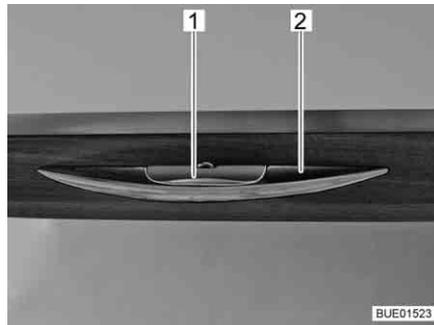
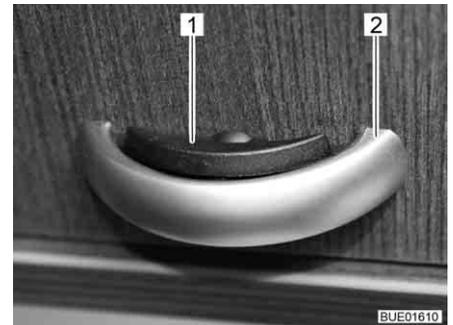

Fig. 73 Trampa de mueble con tirador de desbloqueo
Fig. 74 Trampa de mueble con tirador de desbloqueo (alternativa)
- Presionar el tirador de desbloqueo (Fig. 73,1 ó Fig. 74,1) y mantenerlo presionado.
- Tirar del tirador (Fig. 73,2 ó Fig. 74,2) hasta que la trampa de mueble esté abierta.